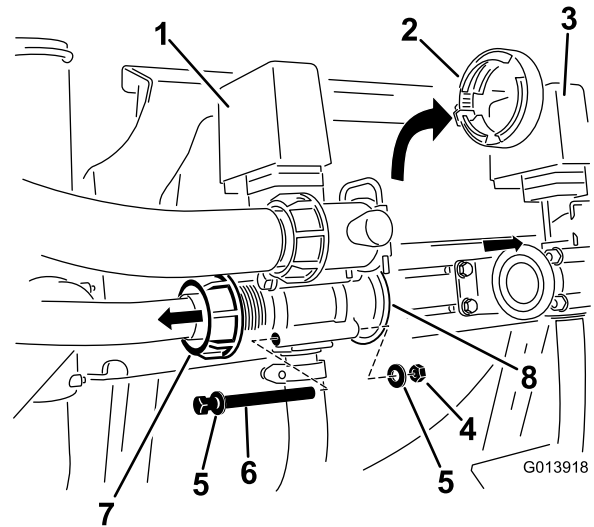

Figura 4
que haja espaço para remover os dispositivos de fixação do corpo da válvula (Figura 4).
6. Retire o adaptador do corpo da válvula (Figura 4).